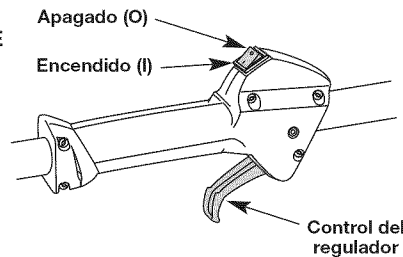

Fig. 7
- NOTA:** No hay necesidad de girar la unidad. Encendido/de parada el control (Fig. 7) está en la posición de trabajo siempre (I).
- Coloque el control de encendido y apagado en posición de APAGADO (O) (Fig. 7).